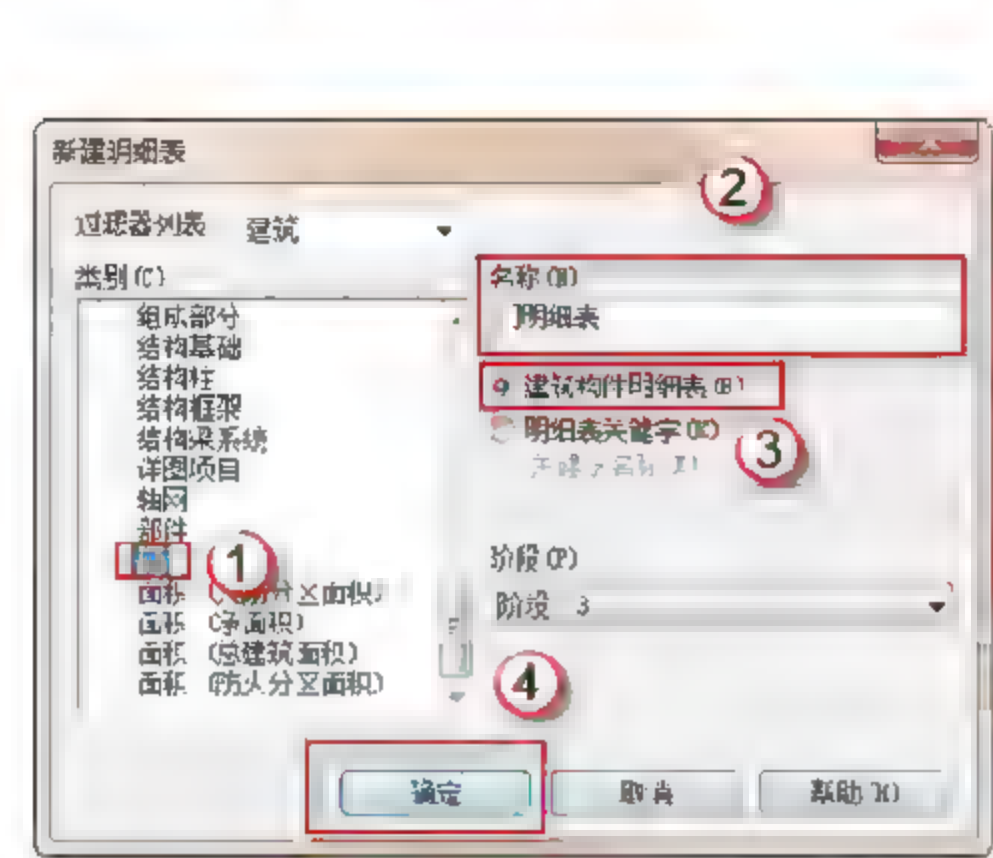

图 13.3.2 “新建明细表”对话框
(2) 新建明细表。选择“视图”→“明细表”→“明细表/数量”命令，在弹出的“新建明细表”对话框中选择“类别”列表框中的“门”对象类型，即本明细表统计项目中对象类别的图元信息；修改明细表名称为“门明细表”；确认明细表类型为“建筑构件明细表”，其他参数默认，单击“确定”按钮，进入“明细表属性”对话框，如图 13.3.2 所示。